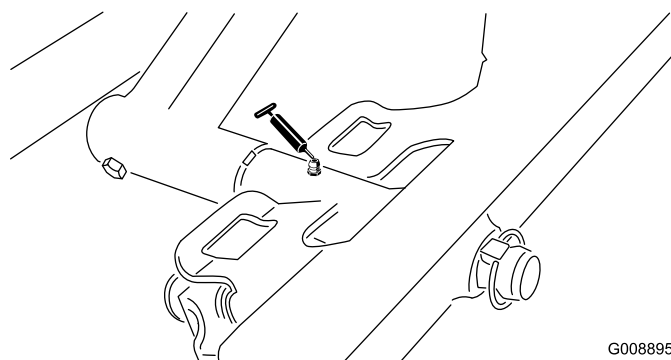

Figure 37
- Pivot de plateau de coupe avant (Figure 37)